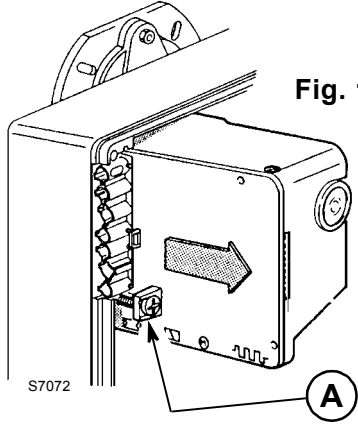

Fig. 11
Per togliere l'apparecchiatura dal bruciatore allentare la vite (A, fig. 11) dopo aver sconnesso tutti i componenti, la spina a 7 poli ed il filo di terra. In caso di smontaggio dell'apparecchiatura riavvitare la vite (A) con una coppia di serraggio da 1 ÷ 1,2 Nm.